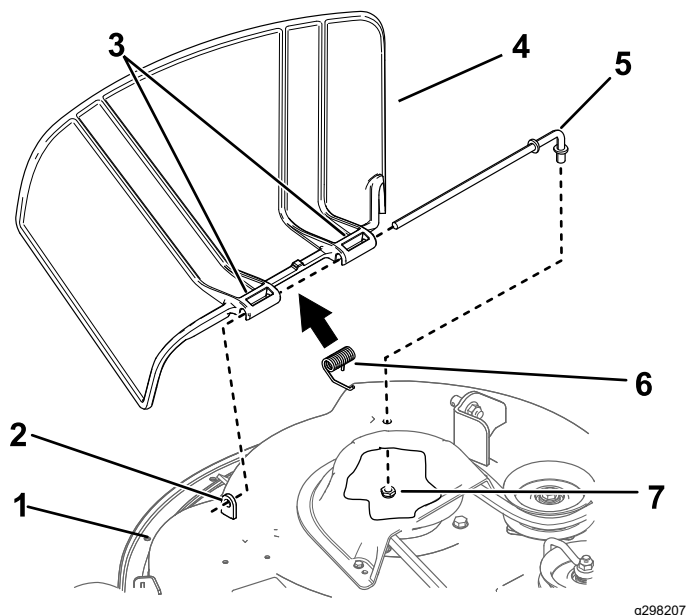

Figura 68
1. Retire la tuerca ($\frac{3}{8}$ " de la varilla (debajo del cortacésped) (Figura 68).
- Retire la varilla del espaciador corto, del muelle y del deflector de hierba (Figura 68).
- Instale el deflector de hierba nuevo (Figura 68).
- Deslice la varilla por el segundo pivote del deflector de hierba (Figura 68).
- Sujete el extremo trasero de la varilla al cortacésped con una tuerca (3/8"), según se muestra en Figura 68.